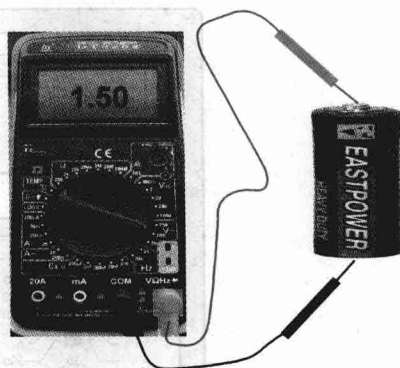

图 1-15 数字万用表测量直流电压
4) 将红表笔与电源的正极连接,黑表笔与电源的负极连接,如图 1-15 所示。